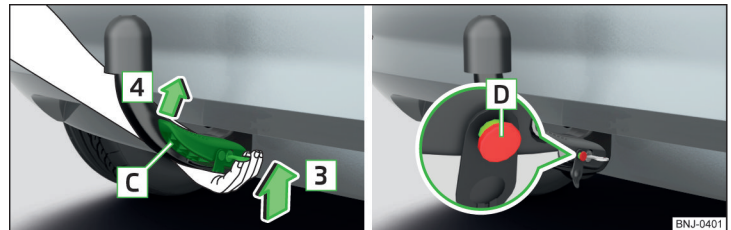

Abb. 236 **Kugelstange einsetzen / Auslösebolzen in ausgefahrenem Zustand**
- Die Kugelstange **von unten** » Abb. 236 fassen und in den Aufnahmeschacht in Pfeilrichtung **3** bis zum hörbaren Einrasten einsetzen » !.